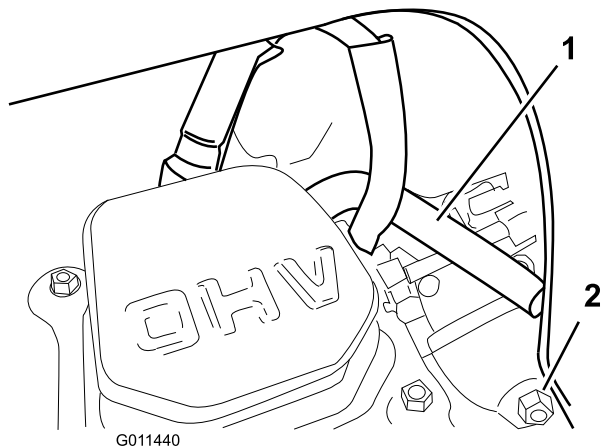

Figura36
Notă: Asigurați-vă că tubul de aerisire este deasupra cablului bujiei, conform indicațiilor din Figura36.
6. Goliți combustibilul din carburator prin șurubul de golire al carburatorului (Figura36) într-un recipient de benzină aprobat.